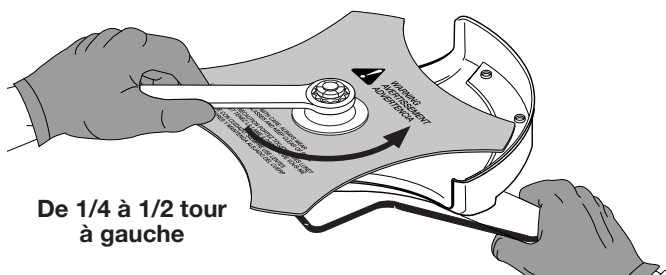

Fig. 12
- Si vous n'avez pas de clé dynamométrique, utilisez une clé fermée ou à douille de 13 mm et tournez l'écrou jusqu'à ce que la retenue soit bien ajustée contre la bague de l'arbre. Assurez-vous que la lame est bien mise, puis donnez à l'écrou entre 1/4 et 1/2 tour supplémentaire à gauche (Fig. 12).